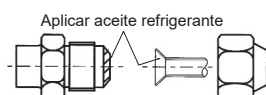

Fig. 7-2
- 3) Aplique aceite refrigerante en la superficie abocardada. (Fig. 7-2) Utilice la tuerca abocardada retirada de la Caja de derivación. Si se utiliza una tuerca genérica, ésta podría resquebrajarse.